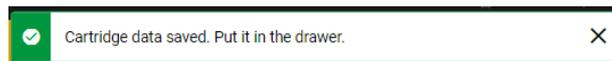

Figura 18. Caixa de diálogo Cartridge saved (Cartucho salvo).
- Após a entrada bem-sucedida dos dados, a seguinte barra de mensagens aparece brevemente na parte superior da tela (Figura 18).